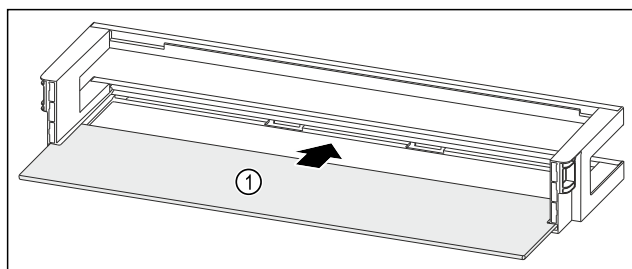

Fig. 50 Deurrek met draagplateau
- Draagplateau Fig. 50 (1) in de zijdelingse inkepingen schuiven.